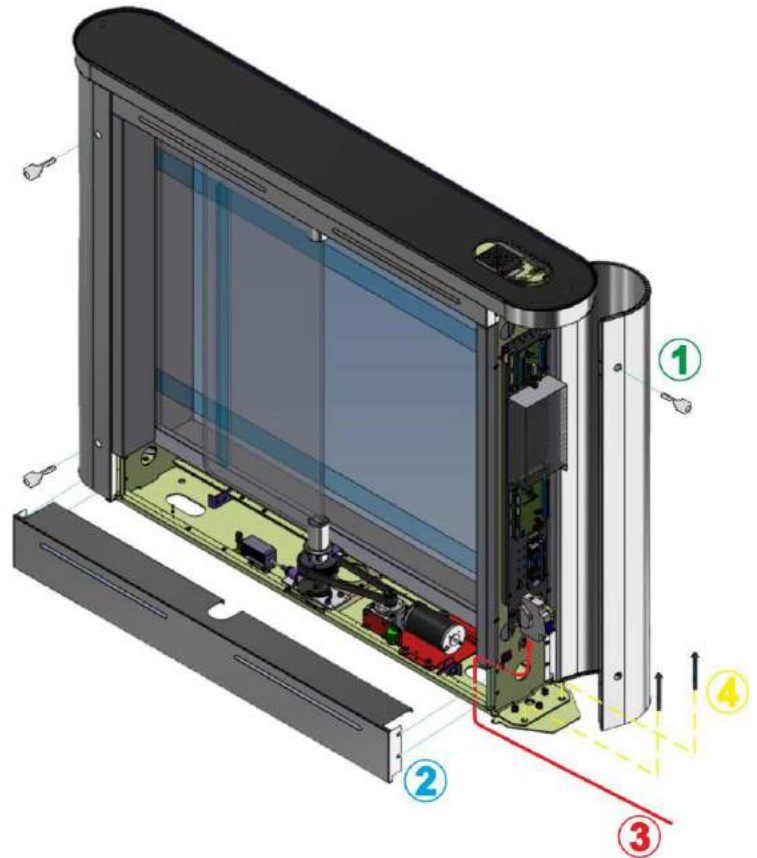

Рис. 16 - Общий вид установки калитки турникета «Sweeper-1»
1. - открыть замки с помощью ключа и повернуть двери (см. Рис. 16);